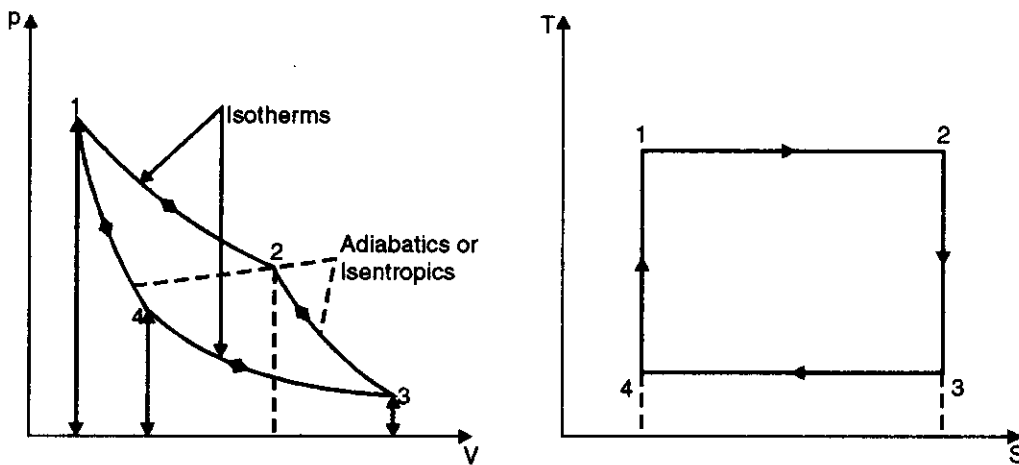

Fig. 13.4
**Solution.** Refer Fig. 13.4.